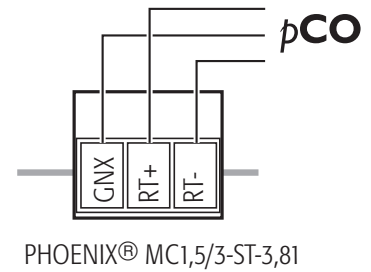

Fig. 3.14
- Kommunikation: GNX, RT+ und RT- an die pCO-Steuering anschließen (Abb. 3.14).